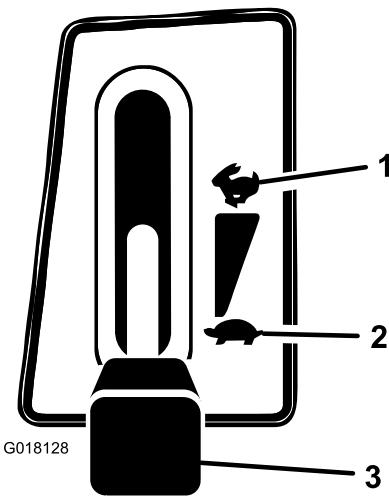

Figure 10
5. Lorsque le moteur a démarré, amenez progressivement la commande d'accélérateur en position haut régime et repoussez la commande de starter (Figure 10). Si le moteur cale ou hésite, ramenez la commande d'accélérateur en position bas régime et tirez la commande de starter pendant quelques secondes, puis placez la commande d'accélérateur en position haut régime. Répétez l'opération si nécessaire.
1. Poussez la commande de lame (PDF) en position "Désengagée" (Figure 10).
2. Placez la commande d'accélérateur en position de ralenti (Figure 10).
1. Placez la commande d'accélérateur en position de ralenti (Figure 10).